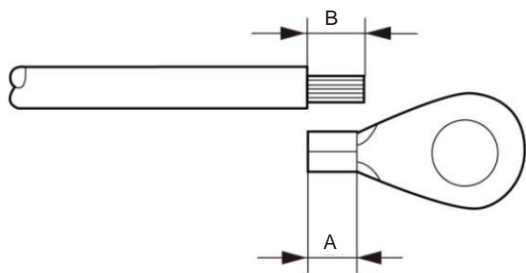

Figura 3.15 Longitud adecuada
- 3) Pele el aislamiento del cable de tierra a una longitud adecuada (ver Figura 3.15).